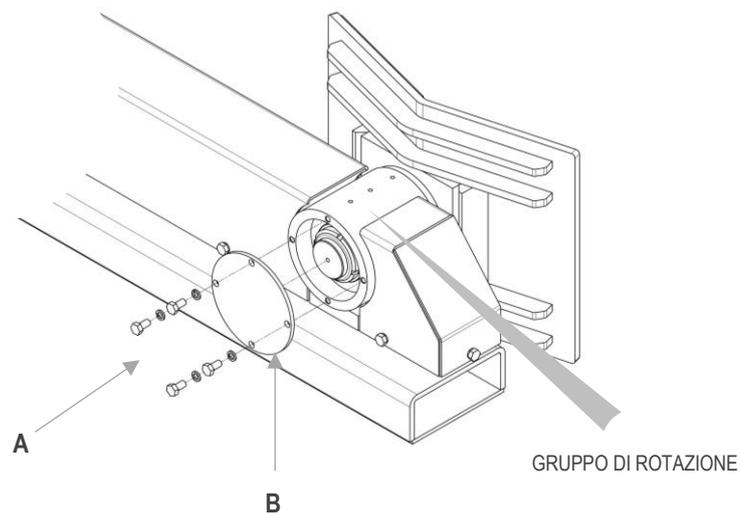

Figura 40
2. Svitare le viti **A** del coperchio di chiusura **B** (gruppo di rotazione) presente sul lato opposto del piattello (vedi Figura 40)